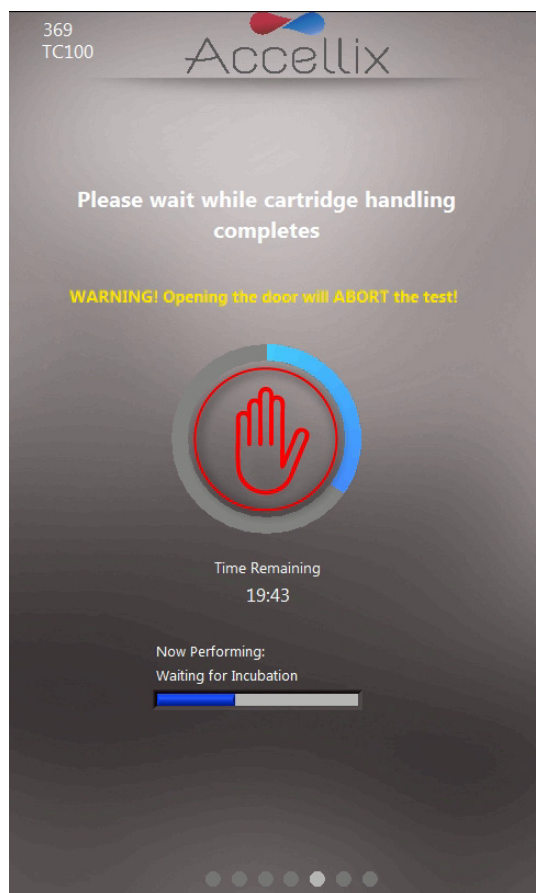

Abbildung 41: Bildschirm „Progress Indicator and Time Remaining“ (Fortschrittsanzeige und verbleibende Zeit)
11. Der Bildschirm **Progress** (Fortschritt) (Abbildung 41) zeigt eine Fortschrittsanzeige und einen Countdown-Timer mit **Time Remaining** (Verbleibende Zeit) an. Der Benutzer kann den Testfortschritt und die ungefähr verbleibende Zeit überwachen.
Hinweis: Um einen laufenden Assay zu stoppen, kann der Benutzer auf **Stop** (Stoppen) tippen, d. h. auf die rote Hand in der Mitte der Fortschrittsanzeige (siehe Abbildung 41). Siehe Abschnitt **11.3 Beenden eines Assay-Laufs**.
Mit dem **Abbrechen**-Symbol kann ein Assay-Lauf beendet werden (Abbildung 41).